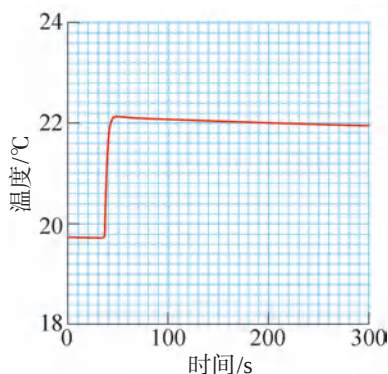

图 1.5 温度变化图
(4) 打开杯盖上的橡皮塞，将 NaOH 溶液沿漏斗迅速全部倒入热量计中，塞紧橡皮塞。待温度平稳后，停止采集，温度变化如图 1.5 所示，将起始温度和最高温度的数据记录在表格中。再重复实验步骤 (1)~(4) 两次。